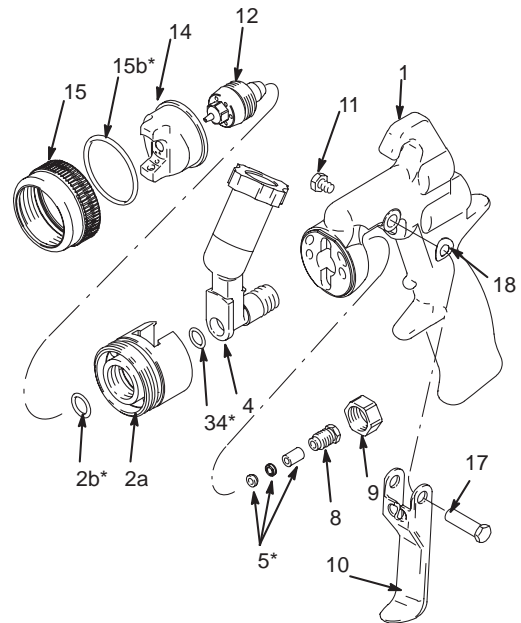

Fig. 23
1. Mens sprøjtehuset (2a) er afmonteret fra indsatsen (4), bruges en mekanisk tang til fjernelse af O-ringen (2b) fra huset (2a).
2. Fjern O-ringen (34) fra indsatsen (4). Se fig. 23.